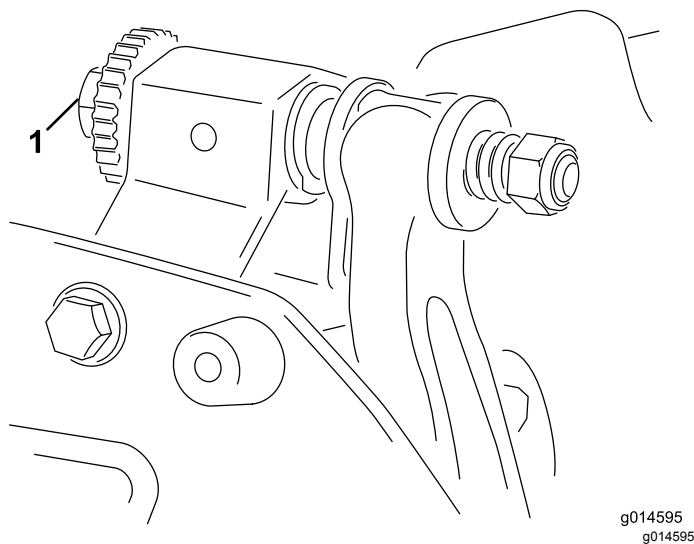

Рисунок 9
- Если явные признаки контакта отсутствуют, поворачивайте регулировочные винты планки неподвижного ножа по часовой стрелке по одному щелчку за раз до тех пор, пока не почувствуете или не услышите легкий контакт.Рисунок 9
6. Поворачивайте правый регулировочный винт планки неподвижного ножа (Рисунок 9), пока не почувствуете легкое давление на регулировочной прокладке при перемещении ее из стороны в сторону. Удалите регулировочную прокладку.